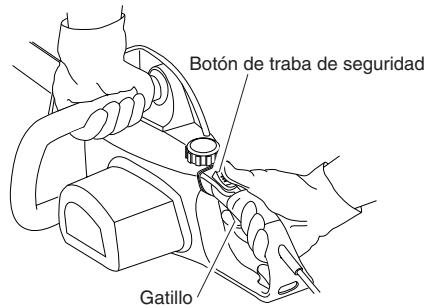

Figura 10 - Posición del gatillo y de la traba de seguridad
- Utilice ambas manos para sujetar la sierra. Utilice siempre la mano izquierda para asir el mango anterior y la derecha para tomar la posterior. Sujétela con firmeza: los mangos de la sierra deben quedar bien tomados por sus dedos (vea la Figura 10).
- Cuando esté dispuesto a realizar un corte, presione la traba de seguridad completamente hacia adelante con el pulgar derecho y apriete el gatillo (vea la Figura 10); la sierra se encenderá. Al soltar el gatillo, se apagará. Cerciórese de que la cadena está girando a su máxima velocidad antes de comenzar a cortar.